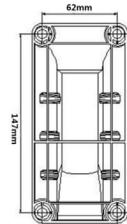

Fig.2
3. Umieść wspornik montażowy jako szablon, zaznacz pozycję każdego z nich i wykonaj cztery otwory w ścianie (Rys. 2).